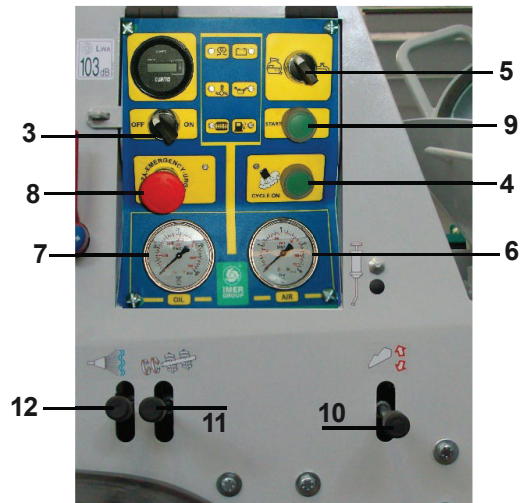

FIG.9B
Régler la soupape à bille (rep.2) comme indiqué sur la figure 9a, position 2c (entre moitié et 3/4 côté collecteur de refoulement). Contrôler que le **bouton de sécurité n'est pas inséré (rep.8, fig.9b)**, le débloquer éventuellement, et que **la soupape à bille de sécurité de la grille soit complètement fermée (rep.1, fig.2)**. Placer le sélecteur ON/OFF (rep.3, fig.9b) sur ON et appuyer le bouton de START (rep.9, fig.9b): le compresseur se met en marche.
Attendre au moins deux minutes que le moteur chauffe. Fermer la bouche de sortie et la soupape à bille de sécurité placée sur la bouche. Effectuer un cycle d'essais à vide: Appuyer le bouton START (rep.9, fig.9b), le témoin lumineux s'allume au niveau du bouton, le compresseur se place au régime maximum et commence à refouler de l'air.
Après 30 s remettre au ralenti: Attendre que le manomètre (rep.6, fig.9b) indique 0 bar, ouvrir la soupape à bille de sécurité sur la bouche de sortie (rep.2, fig.2), attendre la sortie de l'air et ouvrir la bouche de sortie.
**Actionner le malaxeur par le levier du distributeur (rep.11, fig.9b).**
Contrôler que le levier de sécurité de la grille est fermé (rep.1, fig.2). Essayer de lever et baisser la benne de chargement à l'aide du levier du distributeur (rep.10, fig.9b). A ce stade la machine est prête à fonctionner.
- la pression indiquée par le manomètre (rep.7, fig.9b) ne devrait pas dépasser 140-150bar.
Commencer comme indiqué dans le paragraphe précédent avec le levier positionné entre la moitié et tout l'air au collecteur, et contrôler l'évolution de la pression de travail sur le manomètre (rep.6, fig.9b).
Contrôler tous les jours le fonctionnement correct des dispositifs de sécurité, en particulier la sécurité de la grille (rep.1, fig.2), le bouton d'urgence (rep.8, fig.9b) et le manomètre de pression d'air (rep.6, fig.9a).